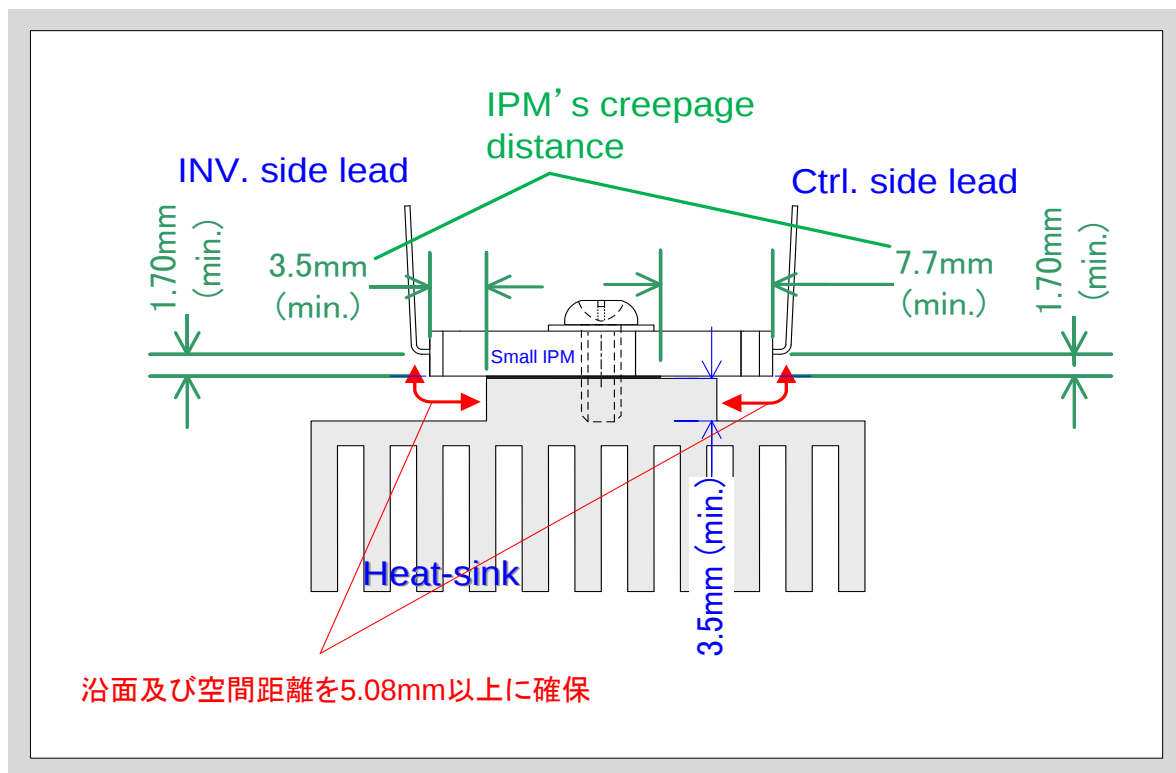

図8-2 ヒートシンクの絶縁距離
- 図8-2のヒートシンク加工により、ULに準拠する空間距離、沿面距離5.08mm以上を確保できます。